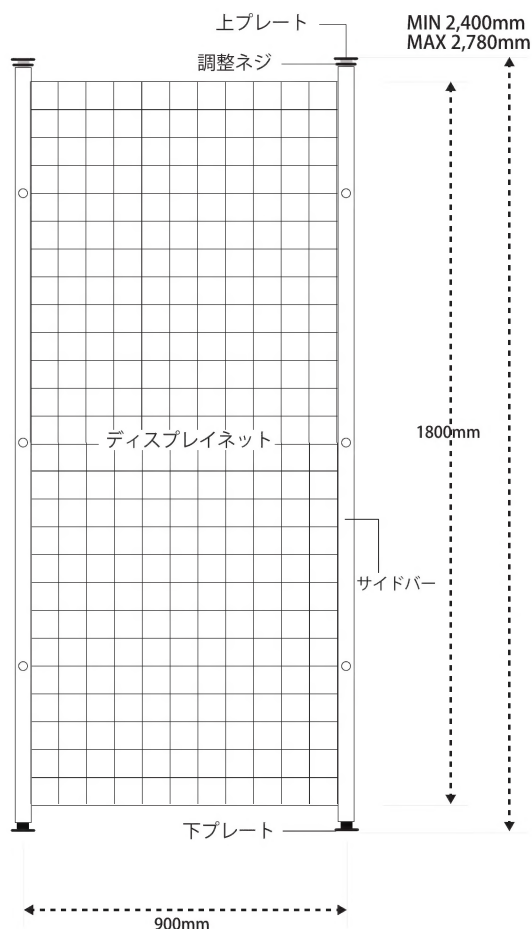

図 1.
1. ディスプレイネットとサイドバーを寝かせた状態で、ディスプレイネットとサイドバーを付属の六角ボルト、ワッシャー、ナットを使って組み立てます。(図 1. 参照) 片側 3箇所ずつ、しっかりと固定してください。